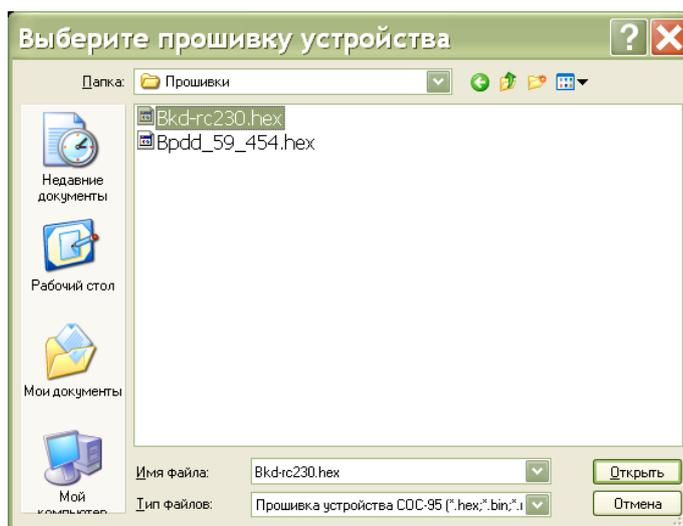

Рисунок 20
7) Затем в открывшемся окне выбрать файл программы с расширением HEX, которую требуется записать в БКД-МЕ, и нажать кнопку «Открыть» (рисунок 20).